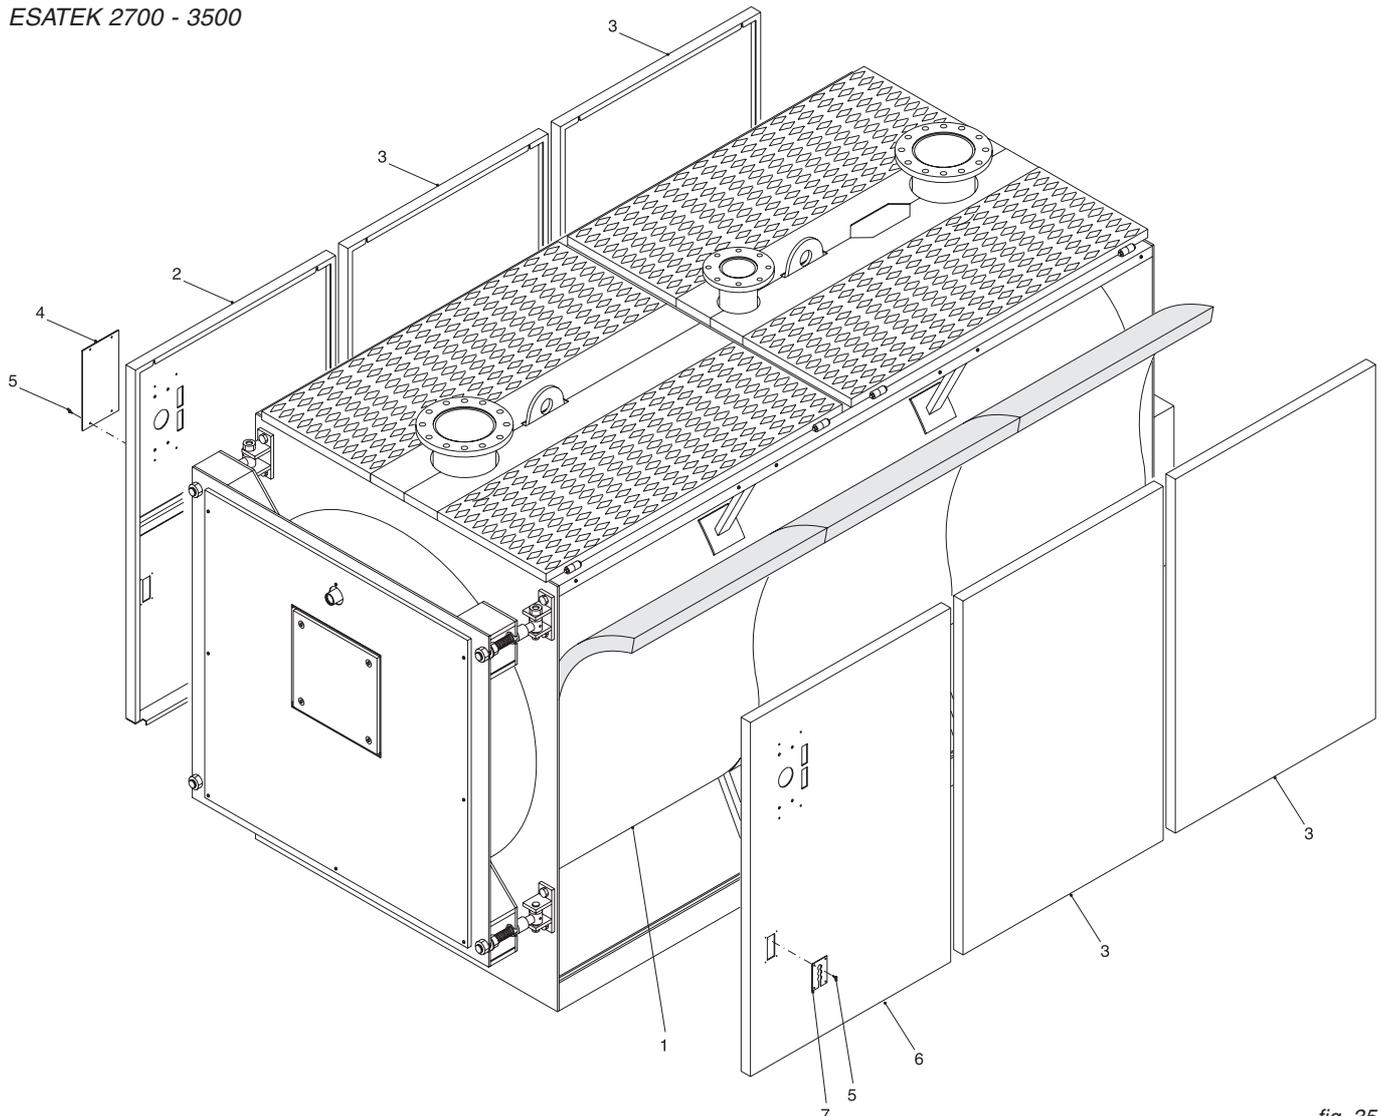

fig. 35
- F) Inserire nelle guaine i bulbi degli strumenti come indicato in fig. 35 ed eseguire il collegamento elettrico del pannello comandi alla linea di alimentazione, al bruciatore ed alle eventuali pompe, etc.
Inserire nelle guaine i bulbi degli strumenti come indicato in fig. 35 ed eseguire il collegamento elettrico del pannello comandi alla linea di alimentazione, al bruciatore ed alle eventuali pompe, etc.
### Sequenza di montaggio (Rif. fig. 35)